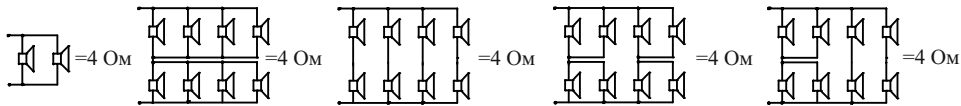

Рисунок 5
- «R этал» – запомненное сопротивление выходной цепи АМ, Ом (рисунок 5);